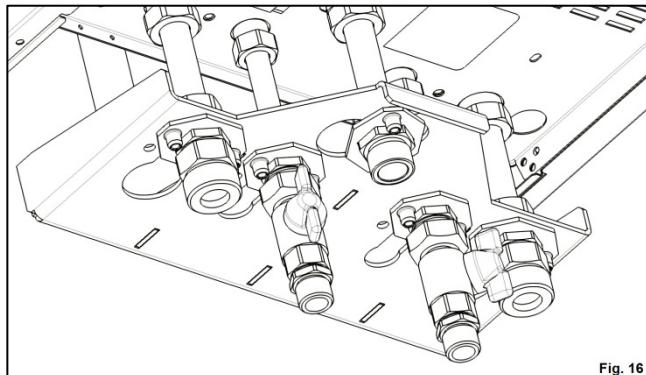

Fig. 16
**11.** Se monteaza robinetii cu olandez M, pe racordurile E, asigurandu-se etansarea prin intermediul garniturilor D (Fig. 16) si strangerea piulitelor (30Nm).